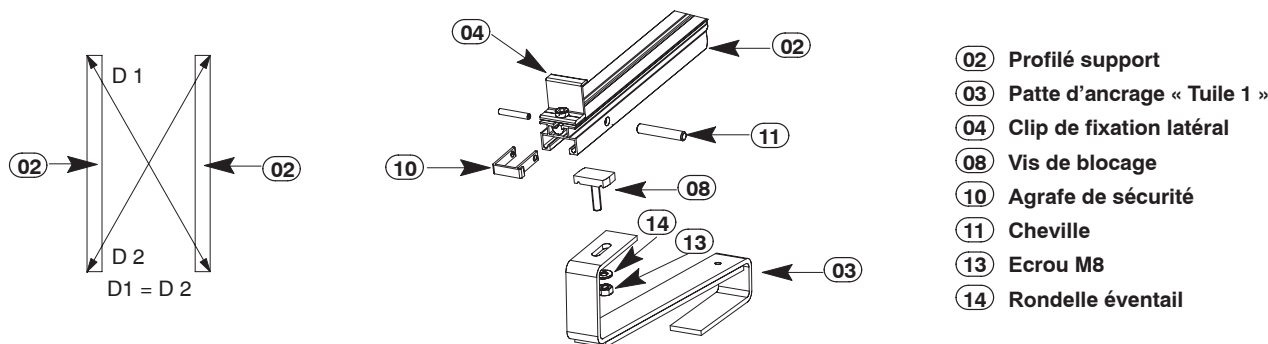

Figure 9b : Profilé support disposé verticalement
- 1.) Monter les autres profilés support sur les pattes d'ancrage comme indiqué sur la figure 9b, le côté « clip de fixation latéral » étant présenté vers le bas.
- 2.) Aligner les profilés support par mesure des diagonales, puis les fixer à l'aide des vis de blocage (08).